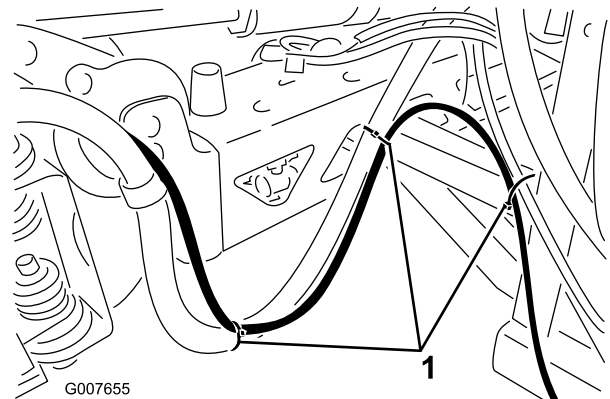

Figura 11
**Nota:** Fissate il flessibile all'elemento di collegamento mediante delle fascette di plastica, nei punti illustrati in Figura 11.